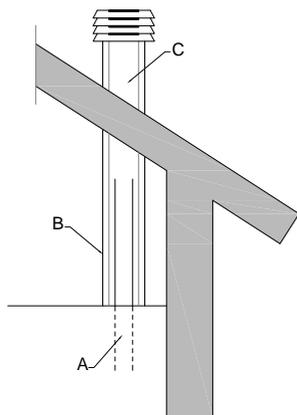

Figure 2.6: Exemple de raccordement au conduit de fumée
En cas de sections supérieures, il faut insérer un conduit en acier (A) à l'intérieur de celui en maçonnerie (C) comme l'illustre la figure 2.6
- ❗ Le conduit en acier doit être opportunément isolé par un matériau de type laine de roche ou vermiculite (B) résistant aux hautes températures et scellé par rapport au conduit de cheminée extérieur.